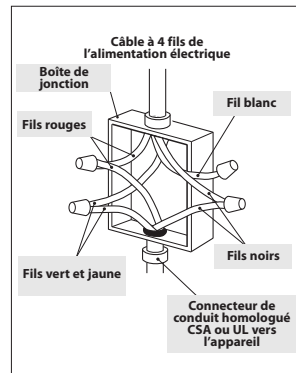

Fig. 4 Raccordement électrique à un système électrique à quatre fils
- 7c Raccordez le fil blanc (neutre) dans la boîte de jonction (Fig. 4).
- 8c Connectez le câble vert de la plaque de cuisson au fil de mise à la terre vert dans la boîte de jonction (Fig. 4).